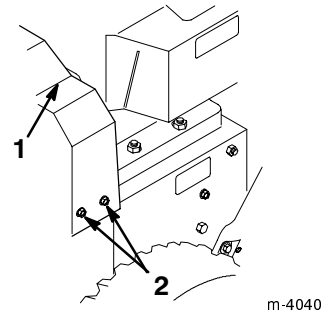

Figure 15
2. Retirez les 3 vis de fixation du carter de courroie et mettez ce dernier de côté (Fig. 15).